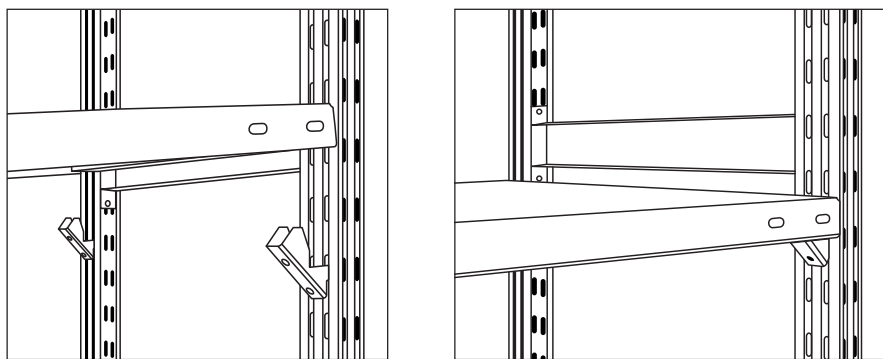

Рис. 9. Установка полки
3. Установите две собранные рамы на расстоянии 700, 1000, 1200 или 1500 мм (в зависимости от выбранной ширины полок) кронштейнами друг к другу и опустите одну сторону полки на кронштейны до упора, а затем с усилием нажмите на противоположный край полки до полного зацепления (рис. 9).